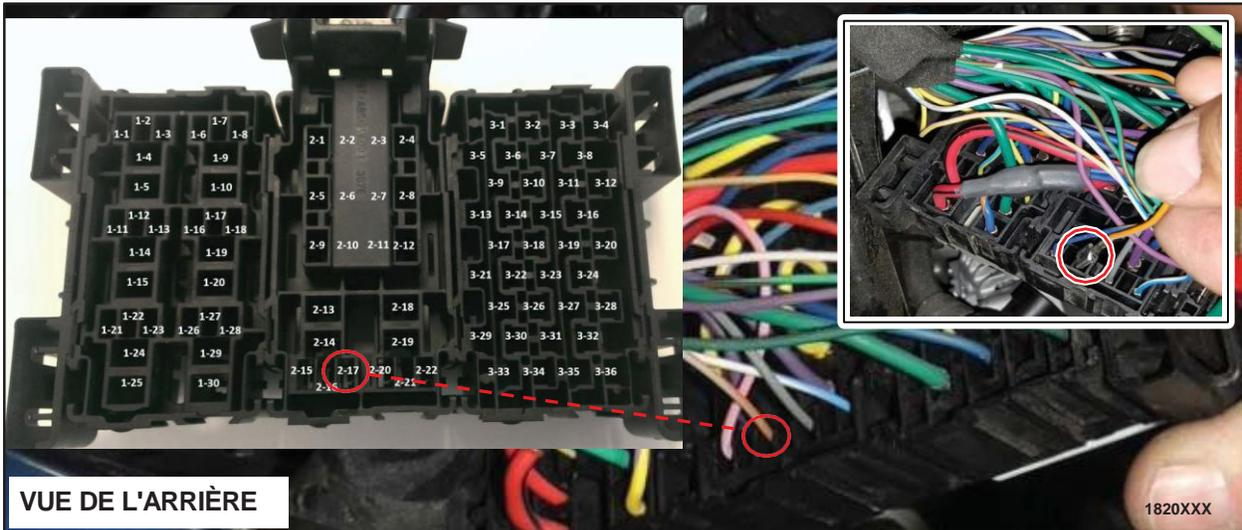

FIGURE 30
33. Déposer le fil depuis la broche 2-17 et le placer à l'écart pour y accéder ultérieurement. (Figure 30)